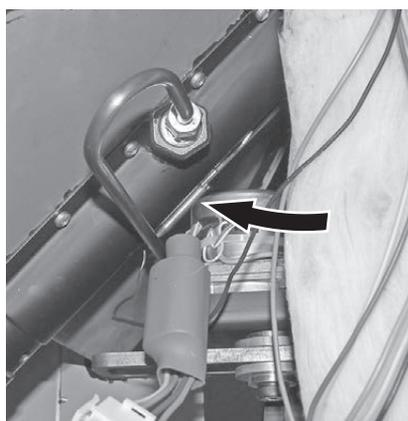

Fig. 44 Introdurre completamente la sonda per il termostato di sicurezza del tubo della coclea
- ▶ Spingere la sonda per il termostato di sicurezza del tubo della coclea nella sede della sonda fino alla battuta – Fig. 44.